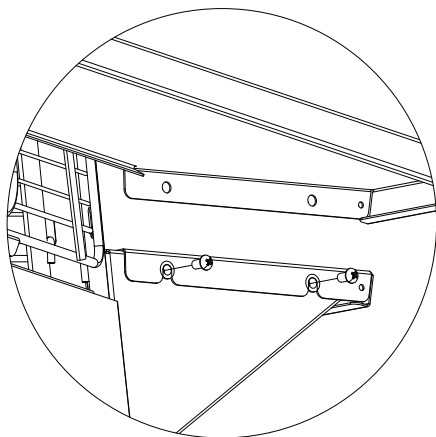

Рис. 8.
7. удерживая первую подставку, установите вторую подставку как показано на Рис. 8, наживите болты в отверстия. Наживите на болты гайки, но не затягивайте их до конца сборки;